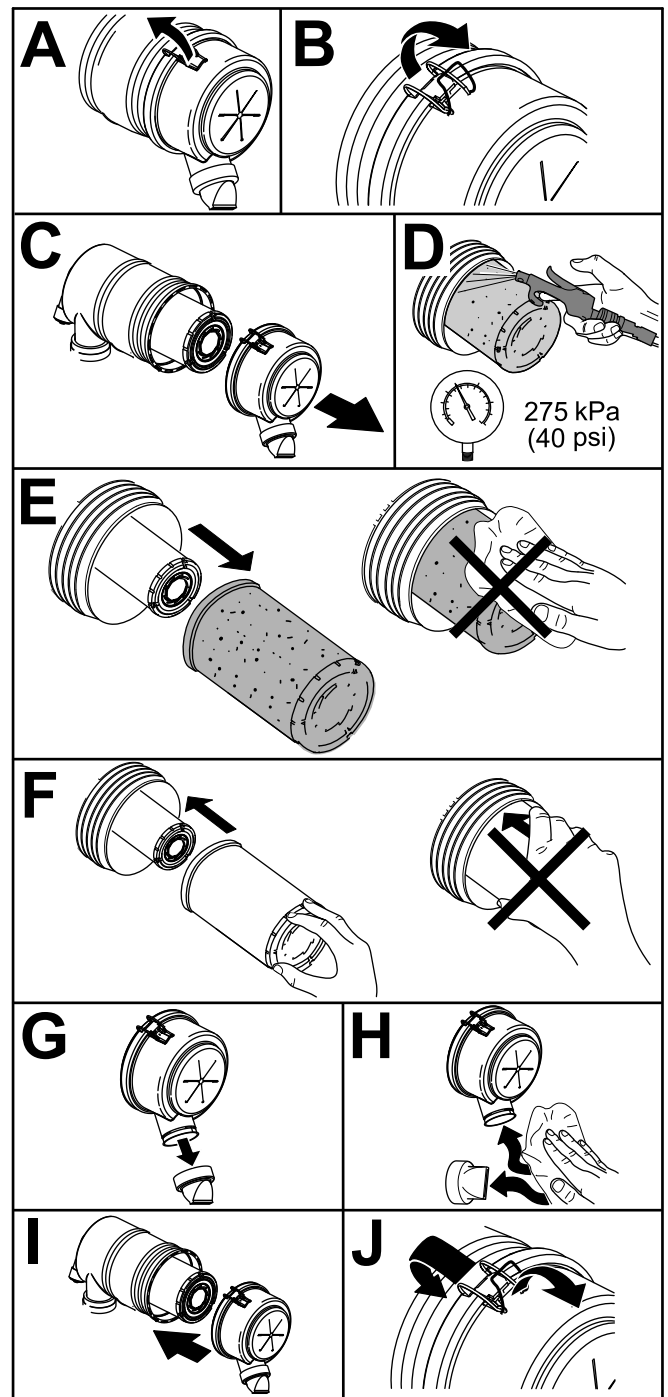

Figura 81
1. Cambie el limpiador de aire (Figura 81).